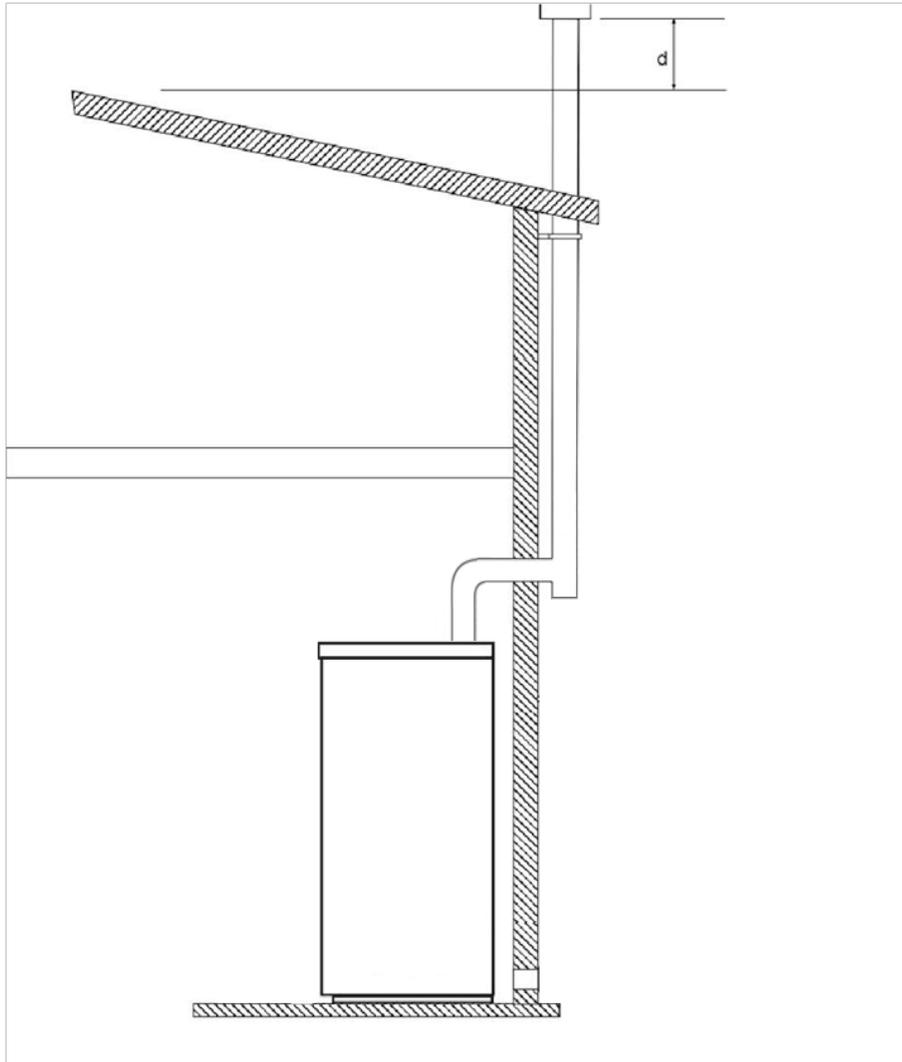

Fig. 13
- Es dürfen nur isolierte Rohre (doppelwandig) aus Edelstahl genutzt werden, die fest mit dem Gebäude verbunden sind (Abb. 13).
- In der Abb. 13 wird die Lösung gezeigt, die für die Verwendung eines externen Rauchabzugsrohrs angewandt werden muss.